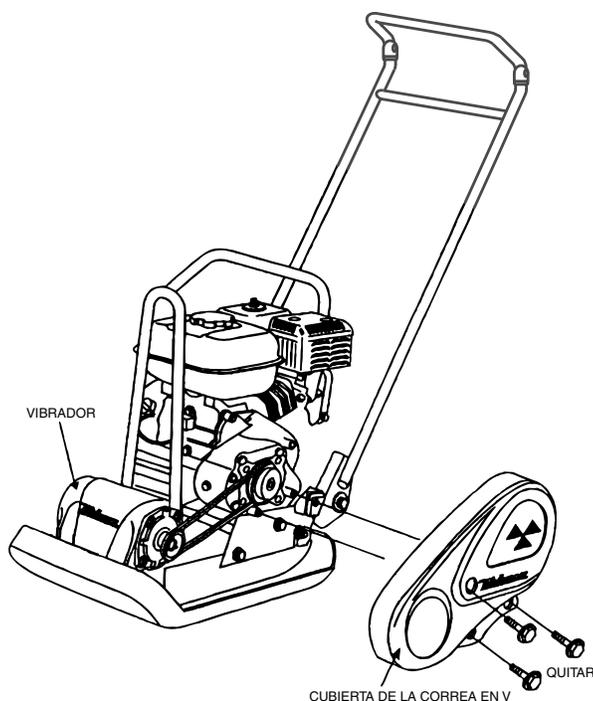

Figura 8. Extracción de la cubierta de la correa en V
1. Para revisar la tensión de la correa en V, quite los tres pernos que fijan la cubierta de la correa al bastidor, como se muestra en la Figura 8.